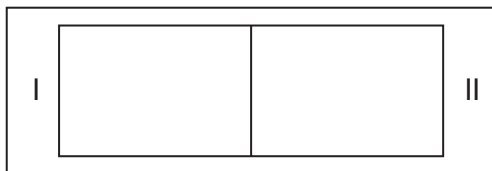

Рис.2 – Клавишный переключатель
5.1 Завеса управляется при помощи клавишного переключателя, расположенного на лицевой панели завесы. (рис.2)